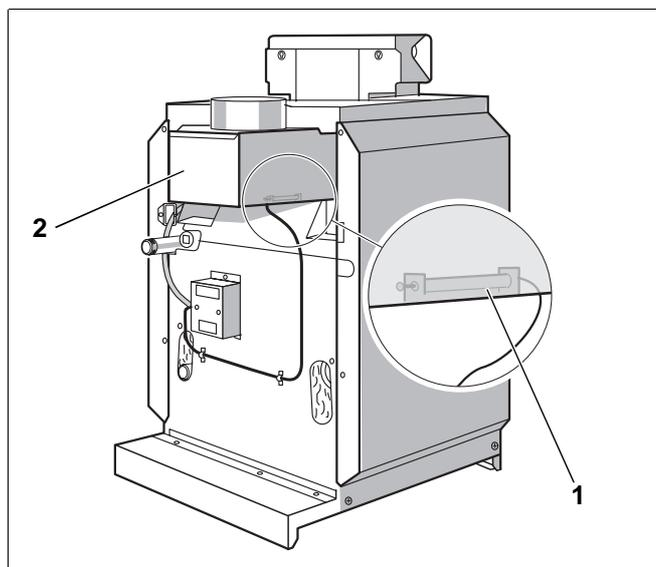

Abb. 32 Abgasüberwachung AW 50 überprüfen
- Abgastemperaturfühler (Abb. 32, **Pos. 1**) von der Strömungssicherung (Abb. 32, **Pos. 2**) abschrauben.
- Spitze des Abgastemperaturfühlers (Abb. 32, **Pos. 1**) bei laufendem Brenner in den Kern des Abgasstromes halten. Die Gaszufuhr wird nach maximal 120 Sekunden unterbrochen und der Brenner geht außer Betrieb. Nach einer Verzögerungszeit von einigen Minuten wird der Brenner automatisch wieder eingeschaltet, sofern Wärmebedarf vorhanden ist.
- Abgastemperaturfühler (Abb. 32, **Pos. 1**) wieder montieren.